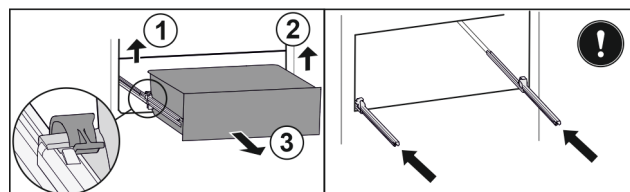

Fig. 126
- Tõstke vasakut klambrit üles ja tõmmake samaaegselt sahtlit vasakult ettepoole. Fig. 126 (1)
- Tõstke paremat klambrit üles ja tõmmake samaaegselt sahtlit paremalt ettepoole. Fig. 126 (2)
- Võtke sahtel ettepoole välja. Fig. 126 (3)